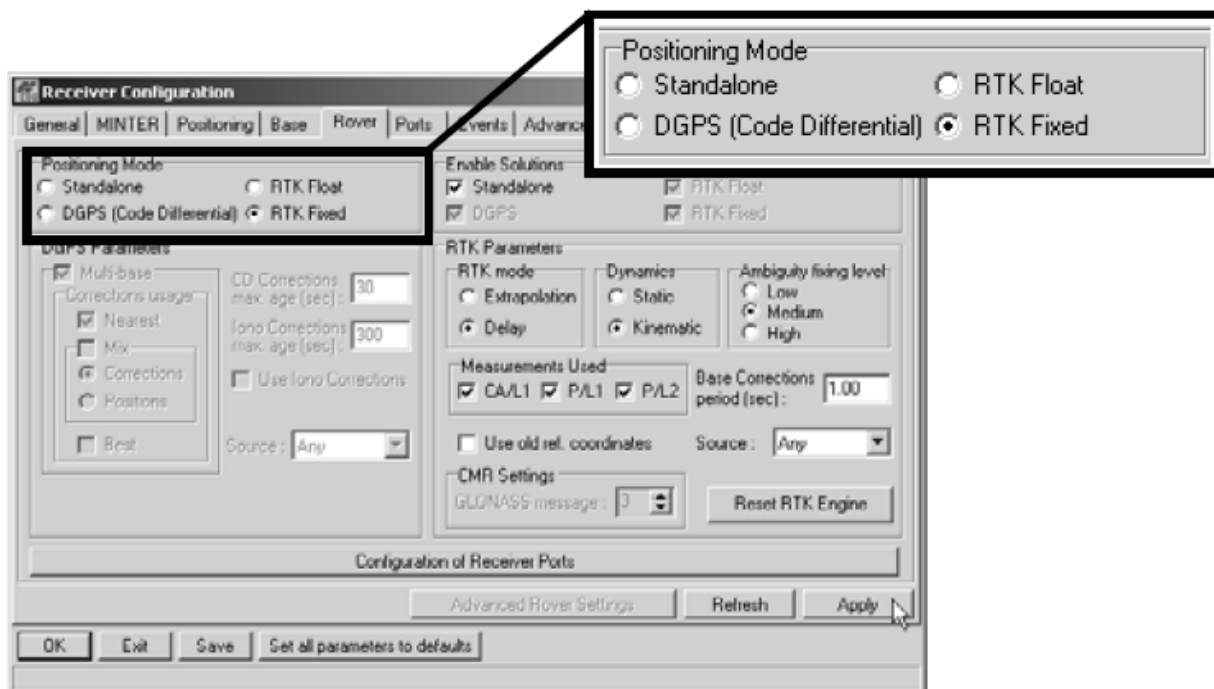

Рисунок 3-11. Настройка подвижной станции
5. Выберите вкладку *Rover* (Подвижная станция) и установите нужный *Positioning Mode* (Режим местоопределения), см. рис. 3-11.